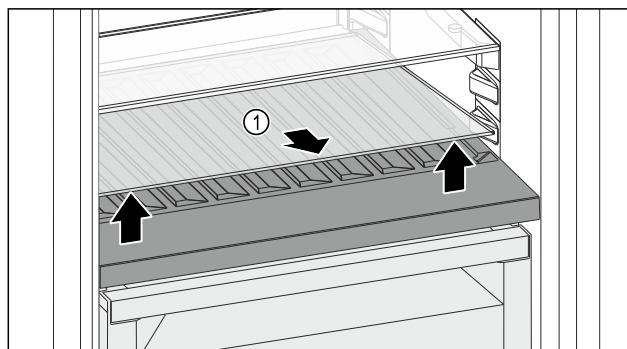

Fig. 114
- 抬起前部槽上的玻璃隔板 Fig. 114 (1) 并取出。
- 将玻璃隔板 Fig. 114 (1) 稳妥地放在冰箱外。